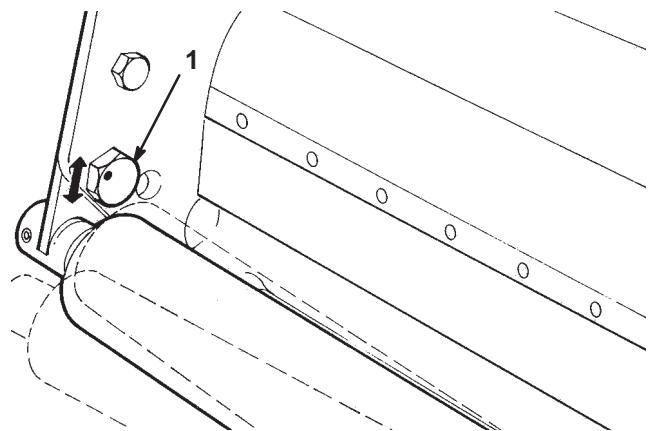

**Bild 5**
- Stellen Sie eine 6,4 mm oder dickere Platte unter die Spindelmesser und gegen die Vorderkante des Untermessers (Bild 5).